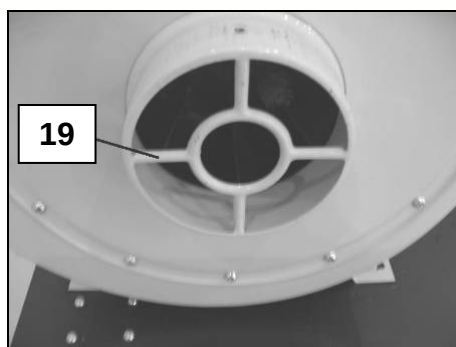

Fig 4
La grille (19) empêche le passage accidentel d'objet dans l'unité de ventilation et protège ainsi l'utilisateur d'un accident dû à l'endommagement de l'hélice (Fig 4).